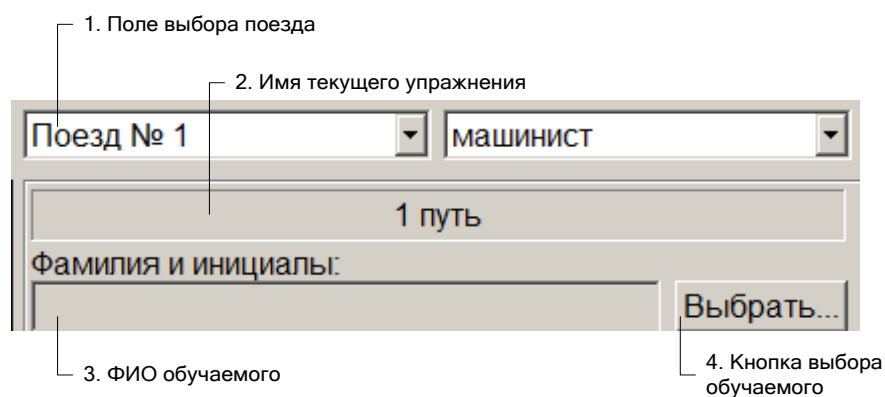

Рисунок 20 – Панель сведений об обучаемых
*Панель сведений об обучаемых* (Рисунок 20) расположена в правой верхней части панели инструктора. Панель предназначена для отображения введенных сведений об обучаемых на панели инструктора.